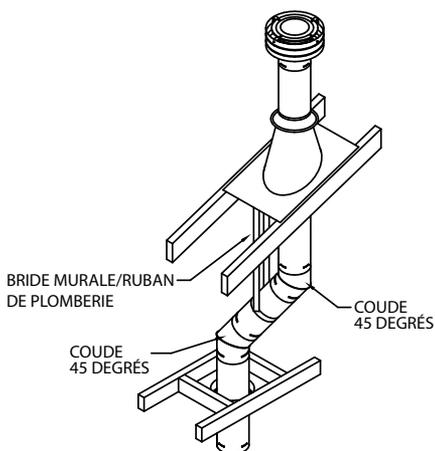

Figure 16
(2) Si un déport est nécessaire dans le grenier pour éviter les obstacles, il est important de soutenir le conduit de ventilation afin d'éviter des contraintes excessives sur les coudes. Des brides murales ou du ruban de plomberie peuvent être utilisés à cet effet (Fig. 16).
(3) Dans la mesure du possible, utiliser coudes à 45° au lieu de coudes à 90°. Le coude à 45°